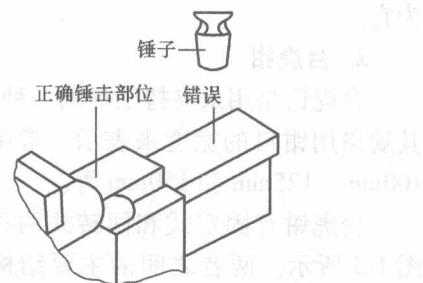

图 1-7 小锤子锤击工件
- 3) 不允许用大锤在台虎钳上锤击工件，只允许在砧座上用小锤子轻击工件。如图 1-7 所示。